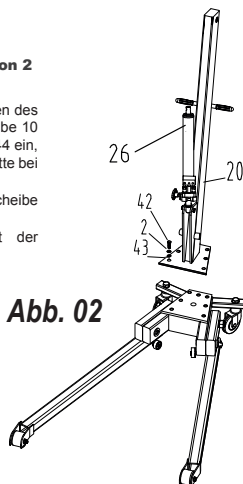

Abb. 02
- Siehe Abbildung 02: Befestigen Sie die Säule 20 mit der Unterlegscheibe 2, der Spannscheibe 43 und der Schraube 42 am Untergestell 44.